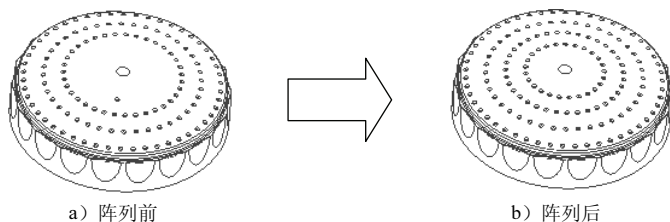

图 7.21 环形阵列 5
(3) 定义拉伸属性。再次单击 **创建** ▾ 区域中的 按钮, 然后将布尔运算设置为“求差”类型 , 在 **范围** 区域中的下拉列表中选择 **贯通** 选项, 将拉伸方向设置为“方向 1”类型 .
(4) 单击“拉伸”对话框中的 **确定** 按钮, 完成拉伸特征 4 的创建。
Step 17 创建图 7.21 所示的环形阵列 5。
(1) 选择命令。在 **阵列** 区域中单击 按钮。
(2) 选择要阵列的特征。在图形区中选取拉伸特征 4 (或在浏览器中选择“拉伸 4”特征)。
(3) 定义阵列参数。